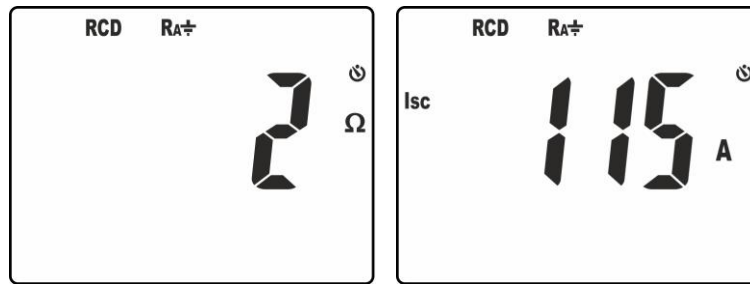

Fig. 22: Risultati della misura di resistenza globale di terra
9. Nella videata di Fig. 22 – parte sinistra è presente il valore della resistenza globale di terra. Premere i tasti ▼/⏻ o ▲ per visualizzare il valore della corrente di cortocircuito presunta **Isc** (vedere § 9.3)